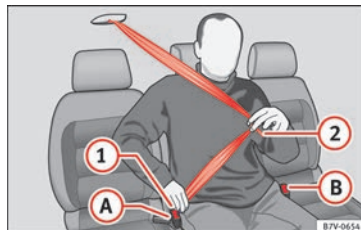

Fig. 11 Abrocharse el cinturón del asiento central de la segunda fila.
- Tire hacia abajo de la cinta del cinturón por la lengüeta de cierre » » » fig. 11 ①. No doble el cinturón al hacerlo » » » ⚠.
- Encastre la lengüeta ① en el cierre del asiento correspondiente Ⓐ.
- Pase la cinta del cinturón por la región pélvica del ocupante tirando de la lengüeta de cierre » » » fig. 11 ②.
- Encastre la lengüeta ② en el cierre del asiento correspondiente Ⓑ.
- Presione la tecla roja en el cierre » » » fig. 11 Ⓐ. La lengüeta saltará del cierre.
- Presione la tecla roja en el cierre » » » fig. 11 Ⓑ. La lengüeta saltará del cierre.